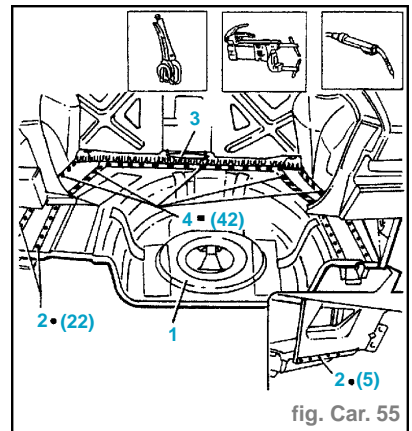

fig. Car. 55
- Placer le plancher sur le véhicule et le fixer à l'aide des pinces à autoblocage (1) (fig. Car. 55).
- Utiliser la machine à souder par points et intervenir sur les zones indiquées par l'illustration (2).
- Utiliser la machine à souder MIG et effectuer la soudure à fil continu le long du tracé, comme l'indique l'illustration (3).
- Utiliser la machine à souder MIG et effectuer la soudure par remplissage sur les trous faits précédemment sur la pièce de rechange (4).